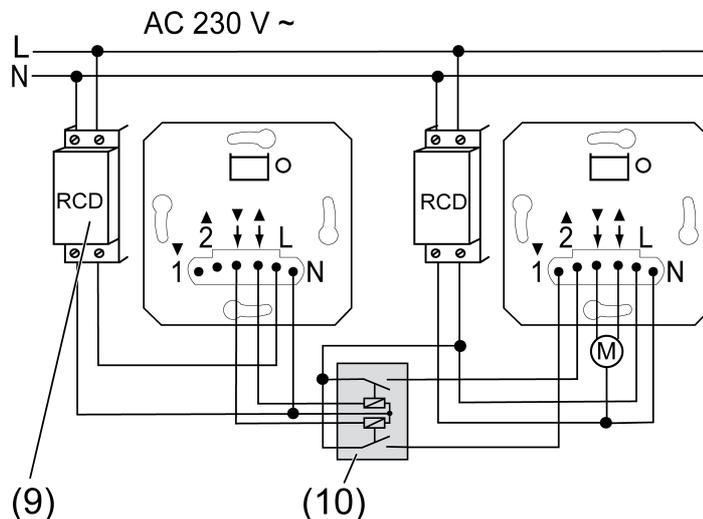

Figure 4: Exemple de raccordement de deux circuits RCD
- Raccorder les appareils conformément à l'exemple de raccordement (figure 4).